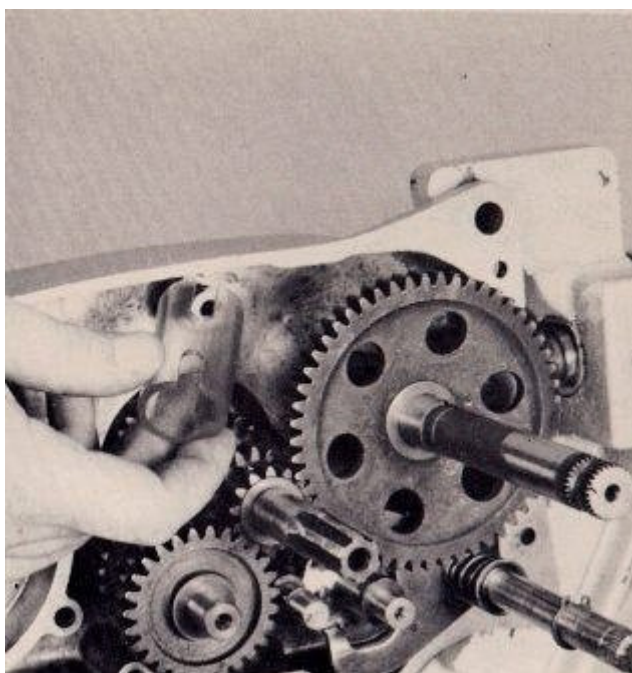

FIG. 91
5. Ajustar el tubo con ranuras de ventilación de plástico para el jefe respiradero en la parte superior de la caja, con las ranuras en el tubo hacia arriba (Fig. 91).